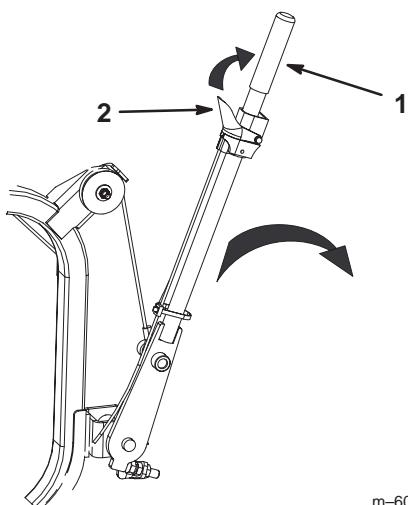

Figure 28
2. Tendez le bras en arrière, serrez et relâchez le levier de verrouillage contre le levier du dispositif de ramassage (Fig. 28). Cela a pour effet d'ouvrir le verrou qui ferme le volet du dispositif de ramassage.
3. Abaissez le bras du dispositif de ramassage pour le vider de l'herbe qui s'y trouve (Fig. 28).
4. Redressez le bras d'un seul mouvement rapide. Vérifiez que le volet du dispositif de ramassage est complètement engagé dans le verrou (Fig. 28).